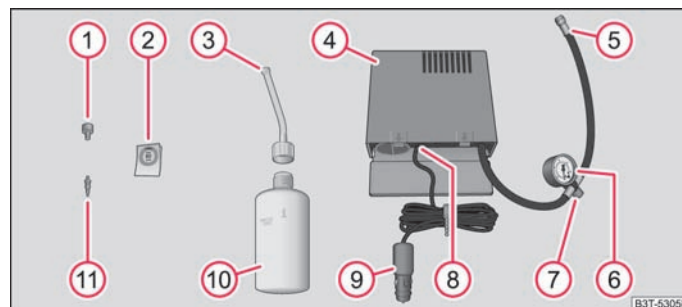

Abb. 204 Bestandteile des Reifenreparatursatzes
- Den Aufkleber **②** ⇒ Abb. 204 kleben Sie auf die Schalttafel im Sichtfeld des Fahrers.
- Schrauben Sie mit Hilfe des Ventileinsatzdrehers **①** den Ventileinsatz heraus und legen ihn auf einen sauberen Untergrund.
- Reifenfüllflasche **⑩** ⇒ Abb. 204 einige Male kräftig schütteln.
- Einfüllschlauch **③** fest im Uhrzeigersinn auf die Reifenfüllflasche schrauben **⑩**. Die Folie am Verschluss wird automatisch durchstoßen.
- Verschlussstopfen vom Einfüllschlauch **③** entfernen und das offene Ende ganz auf das Reifenventil stecken.
- Flasche **⑩** mit dem Boden nach oben halten und das gesamte Dichtungsmittel der Reifenfüllflasche in den Reifen füllen.
- Ventileinsatz mit dem Ventileinsatzdrehers **①** wieder in das Reifenventil schrauben.
- Reifenfüllschlauch **⑤** ⇒ Abb. 204 des Luftkompressors fest auf das Reifenventil schrauben.
- Prüfen, ob die Luftablassschraube **⑦** zuge dreht ist.
- Stecken Sie den Stecker **⑨** in die 12-Volt-Steckdose ⇒ Seite 98.
- Luftkompressor mit dem EIN- und AUS-Schalter **⑧** einschalten.
- Wenn der Luftdruck von 2,0 – 2,5 bar nicht erreicht werden kann, den Reifenfüllschlauch **⑤** vom Reifenventil abschrauben.
- Reifenfüllschlauch des Luftkompressors **⑤** erneut fest auf das Reifenventil schrauben und den Aufpumpvorgang wiederholen.